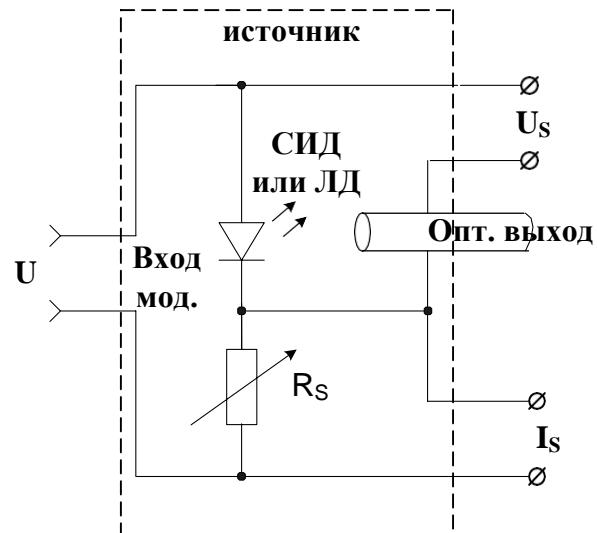

Рис. 2. Схема блока ИИ.
- В свойствах ИИ установите заданный вариантом тип диода, сопротивление  $R_s = 100$  Ом и температуру  $30^0\text{C}$  (рис. 2).